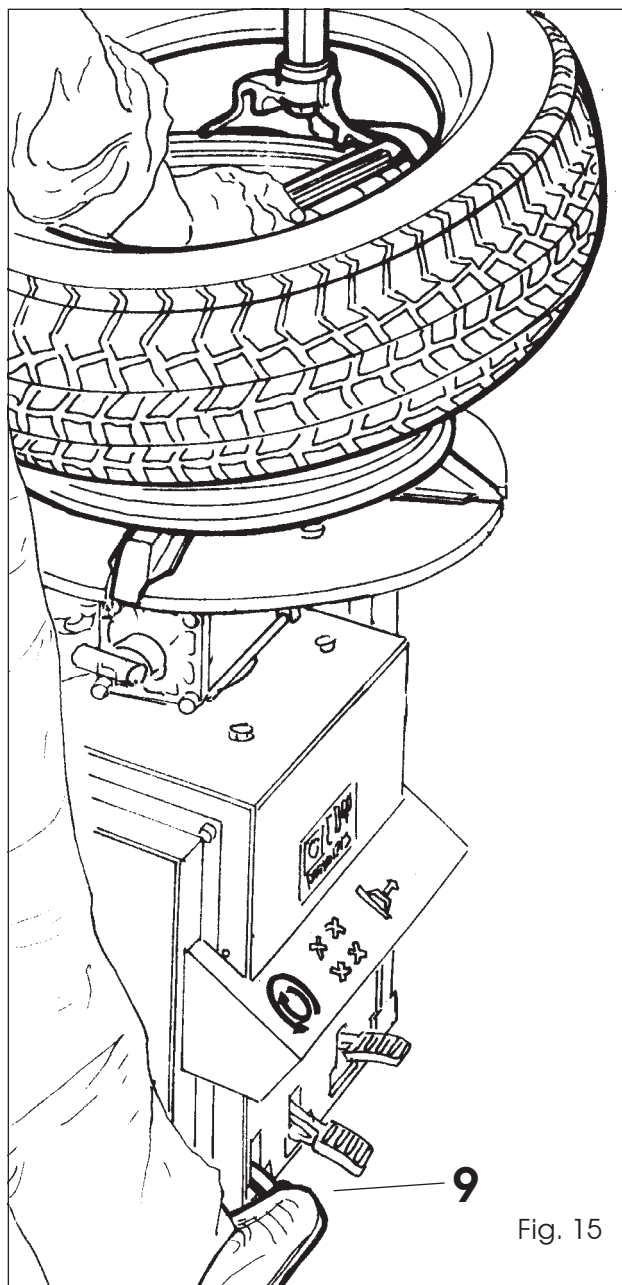

Fig. 15
- ❑ Appuyer sur la pédale du plateau (9 - Fig. 15) pour faire tourner le plateau dans le sens des aiguilles d'une montre. Le talon supérieur sera automatiquement guidé vers le haut au-dessus du bord de la jante. Répéter l'opération pour le talon inférieur. Dégager le bras oscillant et enlever le pneu.